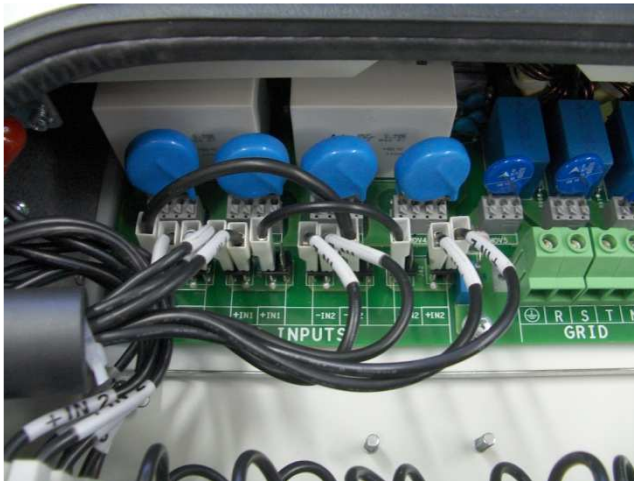
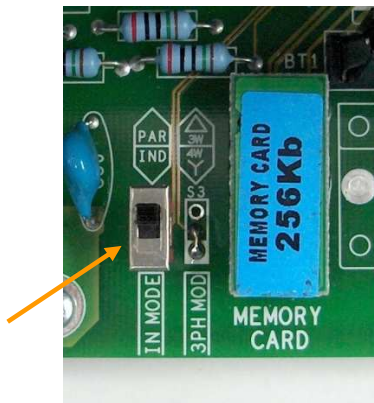

Fig.14 Aansluiting/configuratie van de twee kanalen in parallel
Fig.15 Aansluiting/configuratie van de twee parallel geschakelde kanalen
**LET OP:** Als, daarentegen, het door de array geleverde vermogen of de capaciteit van de stroom de maximale capaciteit van een input sectie van de inverter overschrijden, dienen de twee secties in parallel gezet te worden door de jumpers te bekabelen tussen de aansluitklemmen op het klemmenbord waar u bij komt door het deksel te verwijderen, zoals beschreven in par. 3.7. De kabels om de bruggen te realiseren, met een doorsnede van  $6\text{mm}^2$  (AWG10) dienen respectievelijk tussen de klemmen  $-IN1$  en  $-IN2$  aangesloten te worden voor de negatief en tussen de klemmen  $+IN1$  en  $+IN2$  voor de positief, zoals getoond in Fig.14. Het is bovendien noodzakelijk de inverter te configureren om met twee parallel bekabelde secties (een string) te kunnen werken, door de schakelaar aangegeven in fig.15 in "PAR" positie te zetten